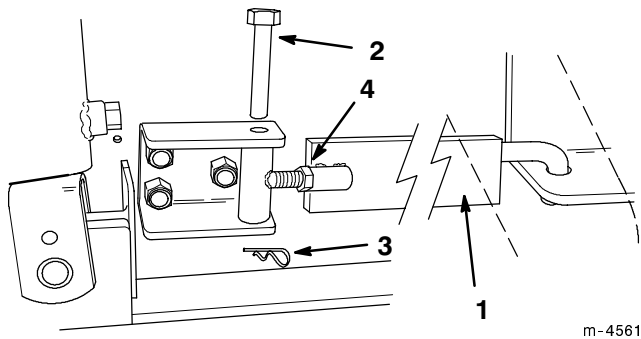

Abbildung 14
19. Die Seitenstangen wie in Abbildung 14 gezeigt an beiden Seiten anbringen. Nach der Installation muss das Etikett an jeder Seitenstange sichtbar sein.
20. Wenn sie nicht richtig passen, die Stangen wieder ausbauen, die Gegenmutter lösen und die Seitenstangen nach Bedarf zusammenschieben oder auseinanderziehen, damit sie so fest wie möglich sitzen (Abb. 14). Nach Abschluss der Arbeit die Gegenmutter festziehen.
2. Die Haarnadelsplinte und Stifte entfernen, mit denen die Seitenstangen befestigt sind, und die Seitenstangen entfernen (Abb. 14).